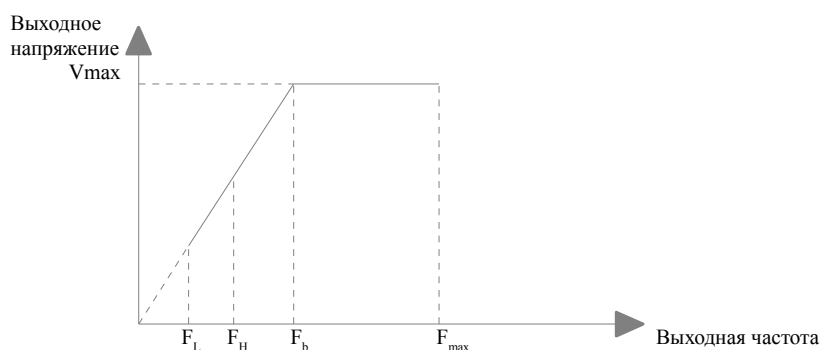

Рис. 6-1 Параметры характеристик
Максимальная выходная частота – это максимально допустимая выходная частота привода, как показано на рис. 6-1 в виде  $F_{max}$ ;
Максимальное выходное напряжение – максимально допустимое выходное напряжение привода, как показано на рис. 6-1 в виде  $V_{max}$ ;
Верхний предел частоты – максимально допустимая рабочая частота, задаваемая пользователем, как показано на рис. 6-1 в виде  $F_H$ ;
Нижний предел частоты – минимально допустимая рабочая частота, задаваемая пользователем, как показано на рис. 6-1 в виде  $F_L$ ;
Исходная рабочая частота – минимальная частота при максимальном выходном напряжении привода в режиме напряжение/частота, как показано на рис. 6-1 в виде  $F_b$ .
4. Схематично максимальная выходная частота, верхний предел частоты и нижний предел частоты приводятся на рис. 6-1.